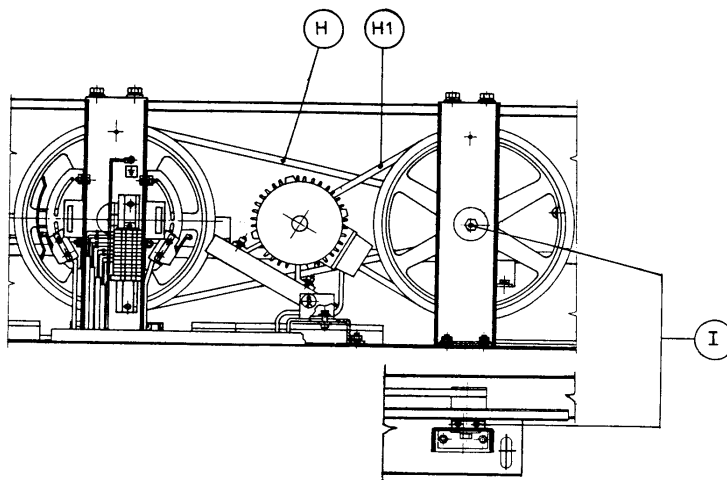

Рис.9
5.2 Время от времени проверяйте натяжение ремня «Н» (Рис. 9). Этот ремень должен иметь прогиб в пределах 6-9 мм, измеренный по перпендикуляру от центра ремня, под давлением 1,5 кг. Прогиб ремня можно отрегулировать с помощью настройки кулачка «I» шкива. Ремень «Н1» автоматически растяннут под действием веса двигателя и связанной с ним пружиной возврата. Удостоверьтесь, чтобы двигатель мог свободно колебаться вокруг оси двигательной пластинки.
- ослабьте ремень, воздействуя на кулачок шкива "I" (Рис. 9).